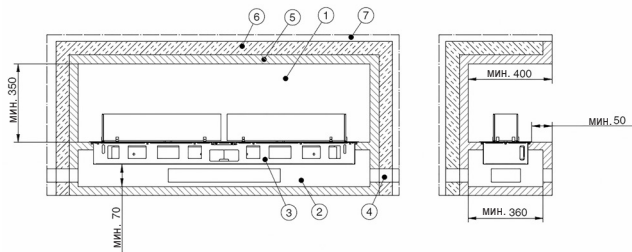

Рис. 29 Минимальные размеры топочной камеры
- В качестве изоляционных материалов используются маты, плиты или оболочки из силикатных изоляционных материалов (камень, шлак, керамические волокна) класса строительных материалов А1 в соответствии со стандартом DIN 4102, часть 1, с максимальной температурой не менее 700°C при испытании по DIN 52271 и с номинальной объемной массой 80 кг/м³. Они должны иметь соответствующий показатель теплоизоляции по AGI-Q 132 (указанная толщина теплоизоляции (рис. 29) указана для минеральной ваты по AGI Q 132).